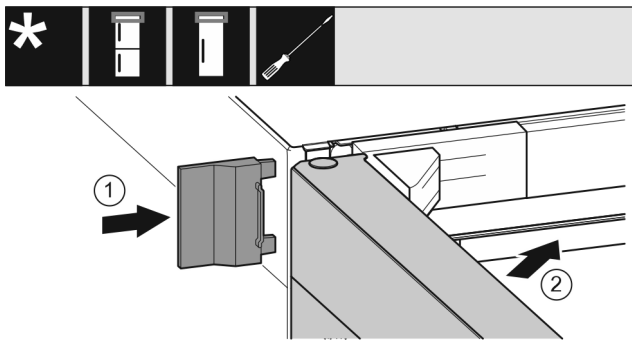

Fig. 35
- ▶ Natakните vanjski pokrov. Fig. 35 (1)